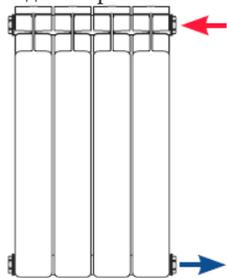
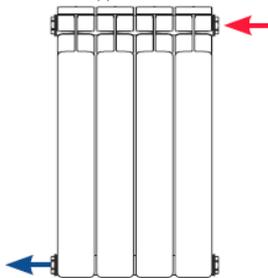

рис. 2 Сверху-вниз
рис. 3 Снизу-вверх
- Теплоотдача радиаторов напрямую зависит от схемы подключения и места расположения радиаторов. При подключении радиатора по схеме сверху-вниз с одной стороны (рис. 1) тепловая мощность прибора соответствует номинальному значению теплоотдачи, указанному в данном паспорте. При подключении по диагонали (рис. 2) достигается максимальная теплоотдача прибора. При подключении по схеме снизу-вниз (рис. 4) и с опрокинутой циркуляцией теплоносителя (рис. 3) происходит снижение мощности отопительного прибора от номинального значения. При подключении радиатора по схеме снизу-вниз (рис. 4) рекомендуется установить диафрагму между первой и второй секцией.